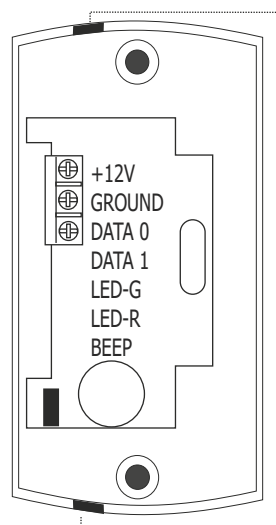

Figura 2
- retire la delgada pestaña situada en el lateral de la carcasa del lector por la cual debe salir el cable y pase el cable por el orificio resultante (figura 2).